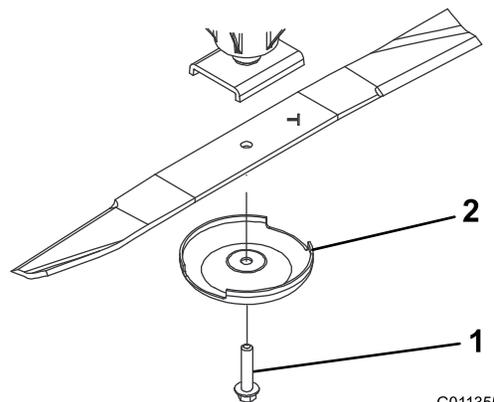

Figure 87
- Enlevez le boulon, la coupelle de protection et la lame de l'axe de pivot (Figure 87).